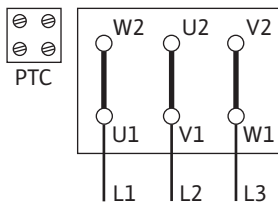
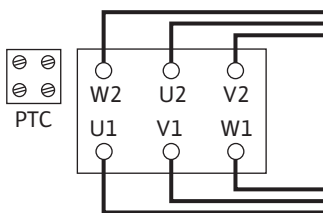

Fig. 10: Пуск «зірка-трикутник»
Fig. 11: Схема «трикутник»
- Під'єднання до мережі залежить від потужності двигуна P2, мережевої напруги і типу увімкнення. Потрібну схему перемикання з'єднувальних перемичок у клемній коробці можна знайти в наступній таблиці, а також на Fig. 10 та Fig. 11.
Пуск «зірка-трикутник» (стандарт)	Видалити з'єднувальні перемички (Fig. 10).
Запуск за допомогою плавного пускача	Схема «трикутник» (Fig. 11)